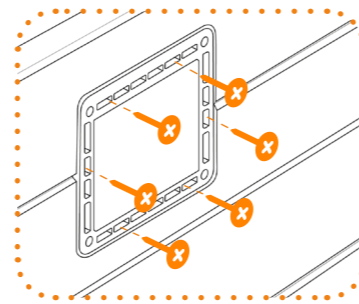

Fig. 16
- Et fixé avec la référence vis  $\varnothing 0,4 \times 40$  incluses dans le colisage article (fig.16)